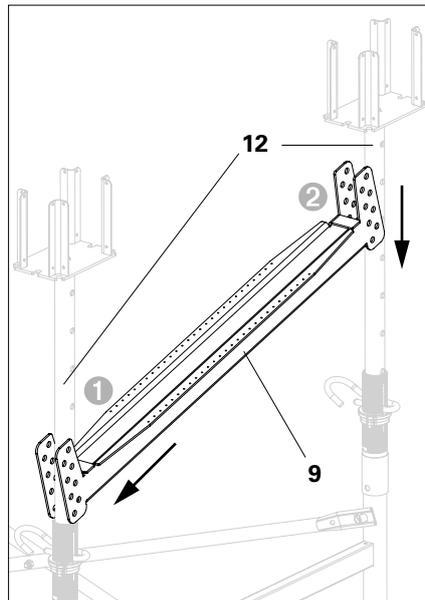

Fig. A1.17
3. Instale la viga de larguero PD 5 (9) entre los husillos de viga PD 5 (12). Para ello, inserte la viga de larguero PD 5 diagonalmente entre los husillos de viga PD 5. Fije un lado ① por debajo y deslice el otro lado ② desde la parte superior hasta la parte inferior hasta que la viga de larguero PD 5 esté a la misma altura. (Fig. A1.17)
Para montar la viga de larguero debe haber suficiente espacio por encima. (Fig. A1.17)